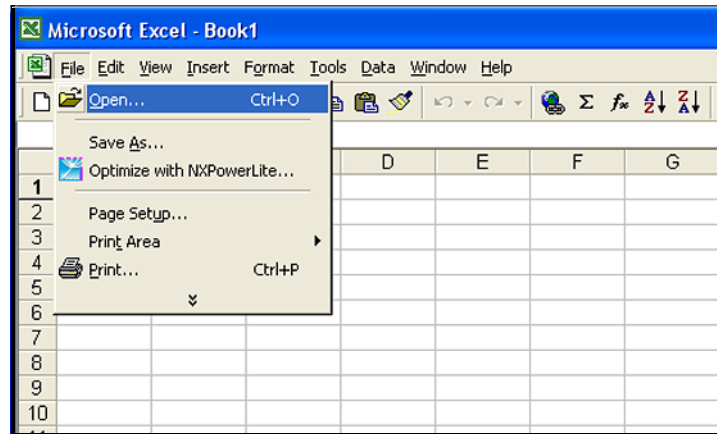

Figure 57: Öffnen einer Protokolldatei in Microsoft Excel
4. Die Protokolldateien des **dew.IQ** können mit einem Tabellenkalkulationsprogramm wie Microsoft Excel geöffnet werden. Starten Sie das Tabellenkalkulationsprogramm und wählen Sie **Öffnen** (siehe *Figure 57* unten).